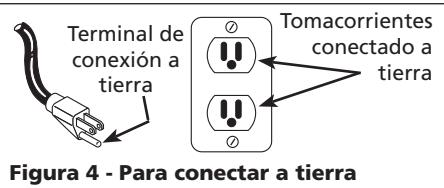

Figura 4 - Para conectar a tierra
- Este producto se debe usar con circuitos de 120 voltios y tiene un enchufe similar al de la Figura 4. Cerciórese de que lo ha conectado a un tomacorrientes similar al enchufe. Este producto se debe conectar a tierra. En caso de que ocurra un cortocircuito, ésto evitaría el riesgo de choque eléctrico al ofrecerle un cable de desvío a la corriente eléctrica. Este producto tiene un cordón con un alambre y terminal de conexión a tierra.